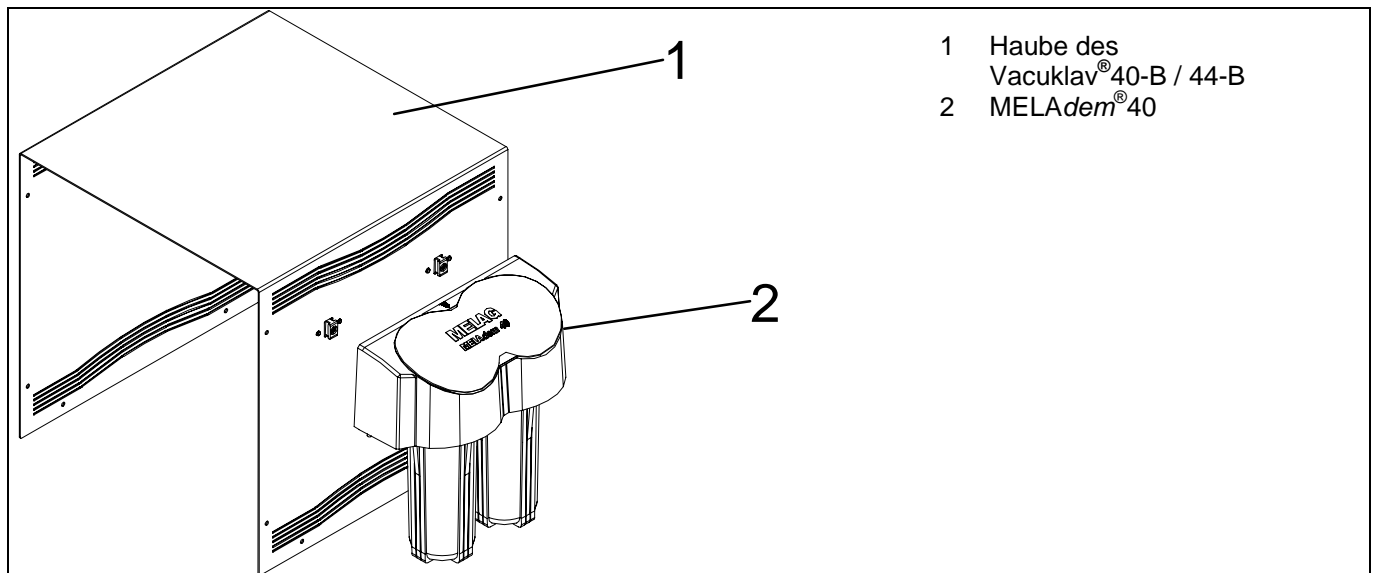
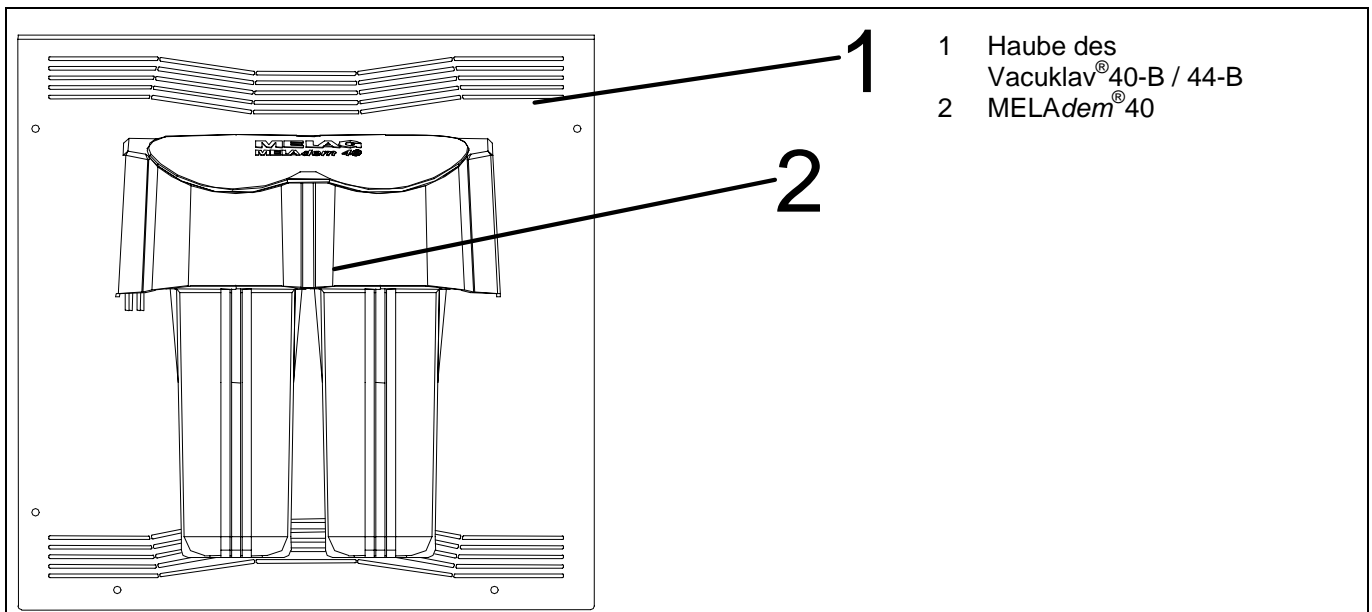

Abbildung 5: Position vor dem Einhängen der MELAdem®40 an den Vacuklav®40-B / 44-B
Abbildung 6: Korrekter Sitz der MELAdem® 40 an der Haube des Vacuklav® 40-B / 44-B
3. MELAdem® 40 wie in Abbildung 5 senkrecht von oben einhängen und nach unten schieben bis das Gehäuse der MELAdem® 40 in die Aufnahmen einrastet. Die Endposition ist in Abbildung 6 zu sehen.